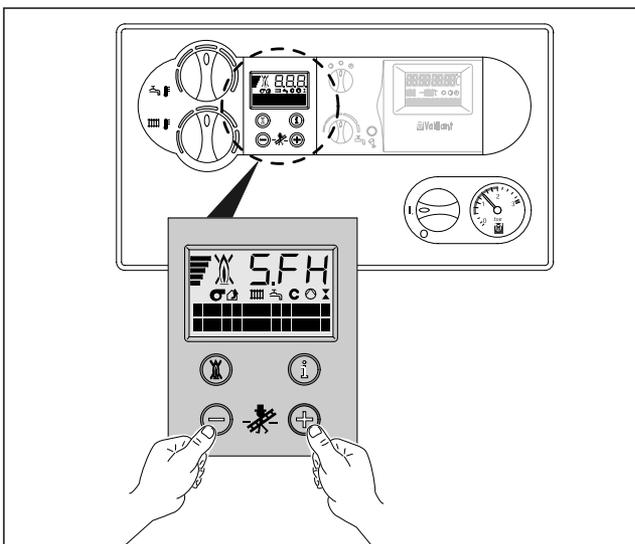

Abb. 3.16 Schornsteinfeger-Messungen (am DIA-System)
- Aktivierung Sie den Schornsteinfeger-Betrieb, indem Sie gleichzeitig die Tasten „+“ und „-“ des DIA-Systems drücken (Abb. 3.16)